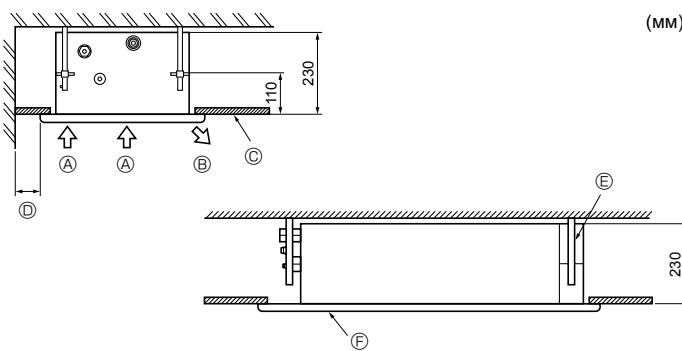
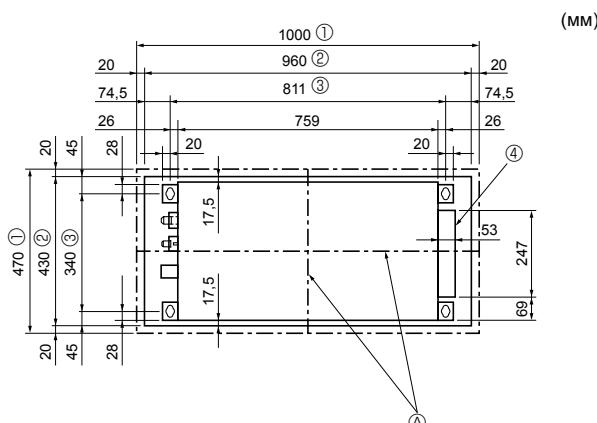
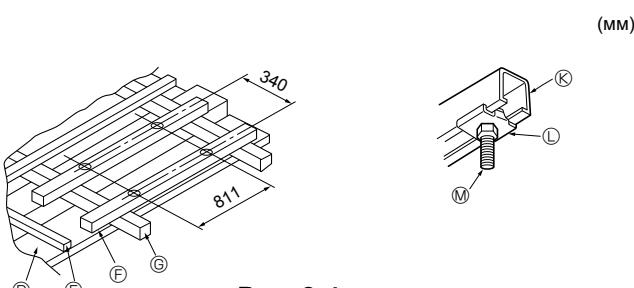

Рис. 2-2
Рис. 2-3
Рис. 2-4
2.2. Сервисное пространство (Рис. 2-2)
- (A) Воздухозабор
- (B) Выход воздуха
- (C) Потолочная панель
- (D) Мин. 200 мм
- (E) Подвесные болты W3/8 или M10
- (F) Решетка
2.3. Расположение отверстия в потолке и навесных болтов (Рис. 2-3)
- (A) Центр отверстия в потолке должен находиться на одной линии с центром внутреннего прибора.
- (1) Внешняя сторона решетки
- (2) Отверстие в потолке
- (3) Угол наклона болта
- (4) Электророботка
① Деревянные конструкции (Рис. 2-4)